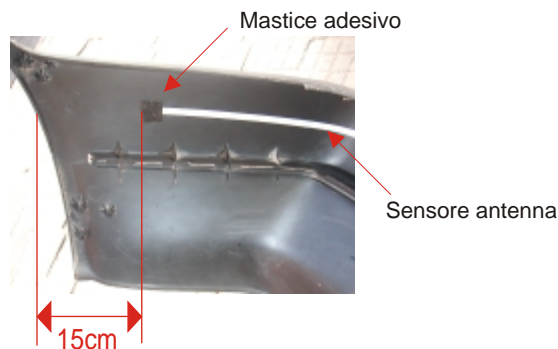

Fig.3
Tagliare via la parte del sensore antenna non utilizzata e bloccarne bene le due estremità con lo speciale mastice adesivo in dotazione (fig.3).
- 1) E' importante iniziare e finire l'applicazione del nastro a circa 15 cm dalla fine del paraurti (fig.3).